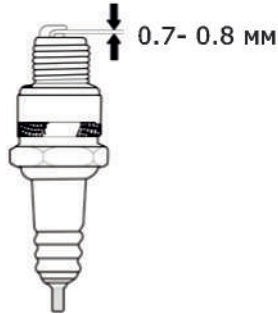

Рис. 19
5. Проверьте зазор между электродами свечи зажигания. Он должен составлять 0.7-0.8 мм (Рис. 19). При необходимости отрегулируйте зазор.